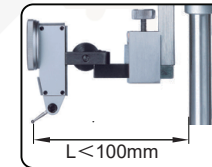

Abb.1
---Der Abstand L zwischen dem Kontaktpunkt und der Basis sollte innerhalb von 100 mm liegen (Abb.1).